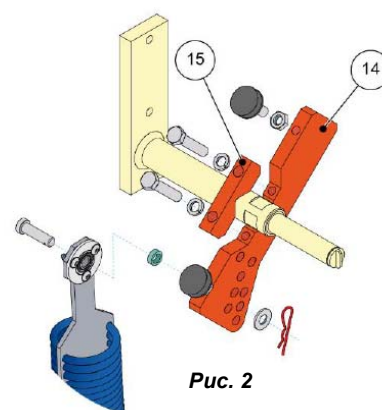

Рис. 2
- Выкрутить винты крепления фланца рычага (15) и переставить рычаг (14) на приводном валу на 180° (запомните, какое отверстие используется для крепления пружины к рычагу).
- Повернуть датчик углового положения на 90° таким образом, чтобы провода были выведены вниз, к дорожному покрытию (смотрите раздел 12.6, рис. 2).
- Прикрепить пружинный механизм к винту регулировки натяжения (23.8) и рычагу (14), используя отверстие, расположенное на прежнем расстоянии, но с другой стороны.